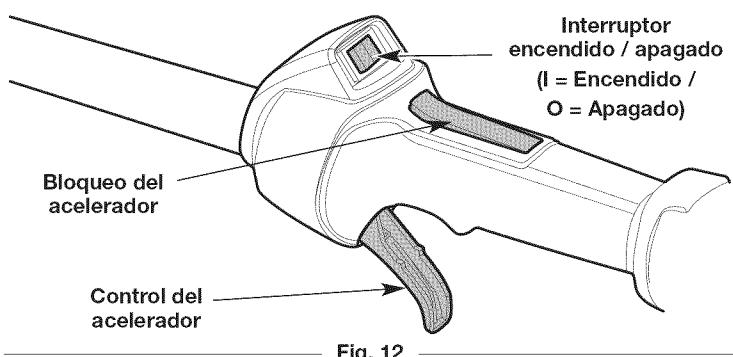
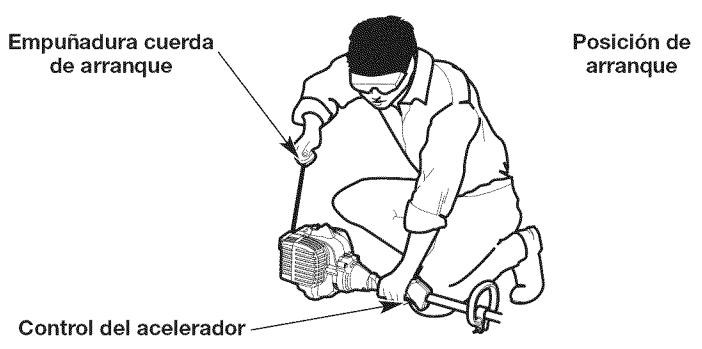

Fig. 12
Fig. 15
ADVERTENCIA: Se debe evitar arrancar accidentalmente la unidad. A fin de evitar que se produzcan lesiones graves, el operador y la unidad deben estar en una posición estable cuando se jala la cuerda de arranque (Fig. 15).
5. Agacharse en la posición de arranque (Fig. 15).
NOTA: No es necesario encender la unidad. El interruptor de encendido/apagado está en la posición **On (I)** (encendido) en todo momento (Fig. 12).
6. Oprima y mantenga el bloqueo de acelerador. Apriete y mantenga apretado el control del acelerador (Fig. 12). Tire de la cuerda con movimiento controlado y firme **5 veces** (Fig. 15).
2. Oprima y mantenga apretado el interruptor de encendido/apagado en la posición **Off (O)** (apagado) hasta que el motor se pare por completo (Fig. 12).
7. Oprima y mantenga el bloqueo de acelerador. Apriete y mantenga apretado el control del acelerador (Fig. 12). Ponga en marcha el accesorio Speed Start™ durante 2 segundos.